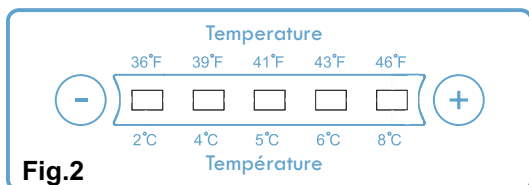

Fig.2
- Il existe un panneau d'affichage numérique de température à l'intérieur de l'armoire de RÉFRIGÉRATEUR (voir Fig. 2). Les chiffres situés sur la ligne supérieure représentent les degrés en Celsius tandis que les chiffres situés sur la ligne inférieure représentent les degrés en Fahrenheit.
- La première fois que vous faites fonctionner l'appareil, veuillez sélectionner 2 °C/36 °F et laissez l'appareil en marche pendant au moins deux (2) heures avant d'y placer de la nourriture à l'intérieur. Ceci assurera que l'armoire de réfrigérateur est frigorifiée à fond avant d'y placer de la nourriture. Le réglage recommandé de l'usine est 4 °C / 39 °F.